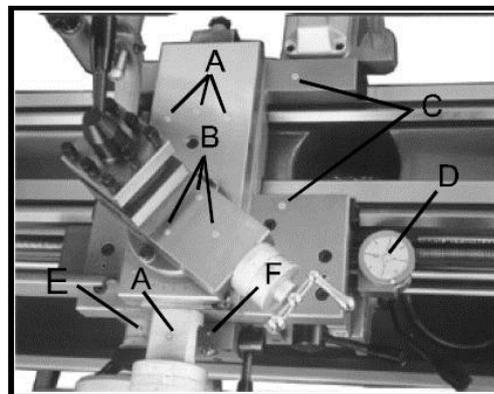

Рис. 7
4. **Поперечные салазки суппорта** — Раз в день смазывайте через четыре смазочные отверстия (А, рис. 7) машинным маслом 20W.
5. **Верхний суппорт** — Раз в день смазывайте через три смазочные отверстия (В, рис. 7) машинным маслом 20W.
6. **Каретка** — Раз в день смазывайте через два смазочные отверстия (С, рис. 7) машинным маслом 20W.
7. **Резьбоуказатель** — Раз в день смазывайте через одно смазочное отверстие (D, рис. 7) машинным маслом 20W.
8. **Ручной маховик** — Раз в день смазывайте через одно смазочное отверстие (Е, рис. 7) на фартуке ручного маховика машинным маслом 20W.
9. **Рукоять переключателя между продольной и поперечной подачами** — Раз в день смазывают через одну шариковую масленку (F, рис. 7) на верхней части фартука машинным маслом 20W.